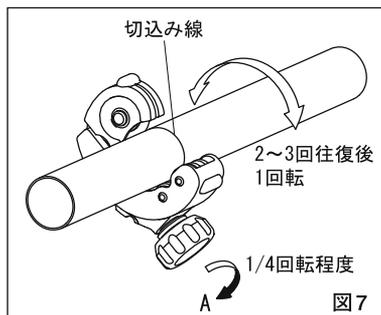

図7
- ②カッター刃がパイプに当たったところから、さらにグリップを矢印Aの方向に1/4回転程度まわしてから本体をパイプ外周にそって90°程2~3回往復させます。さらに本体を1周させ全周に切込み線をつけます。(図7)